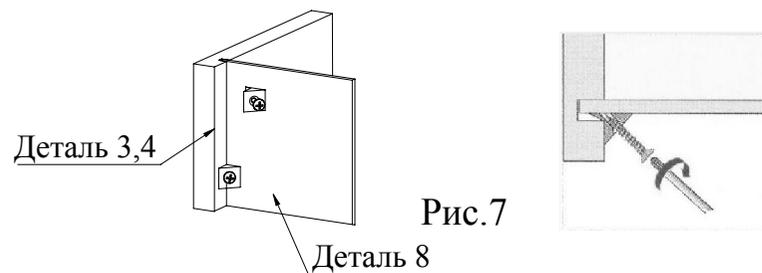

Рис.7
11. Установить соединители задней стенки (Рис.7).